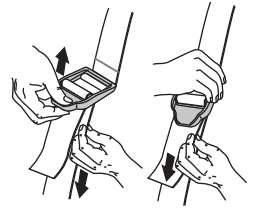

Fig. 6
4. Ajuste la longitud de acuerdo a la medida del operador. Hale de la orejeta para alargarlo y hale de la correa para acortarlo (Fig. 6).